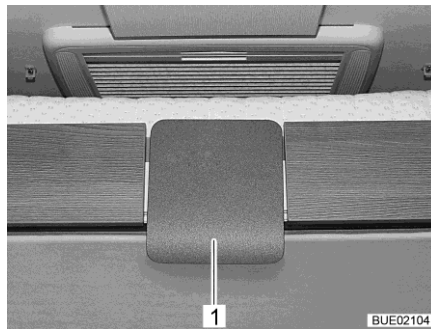

Fig. 139 Placa de desbloqueo en la cama elevada (Ixeo I)
- Cama elevada con dispositivo de encaje: tirar de la parte inferior de la placa de desbloqueo (Fig. 139,1) y tirar la cama elevada hacia abajo hasta el tope.